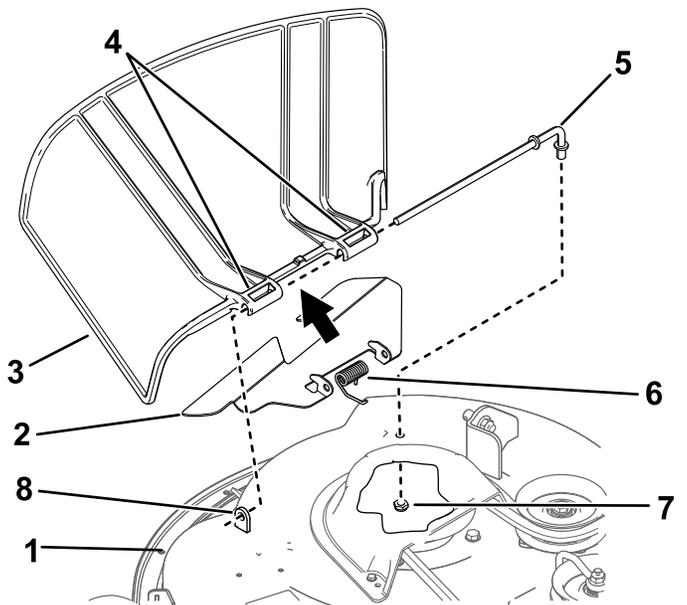

Figura 72
1. Retire la tuerca ($\frac{3}{8}$ ") de la varilla debajo del cortacésped (Figura 72).
7. Deslice la varilla a través del deflector y el segundo soporte del deflector de hierba (Figura 72).
9. Sujete el extremo trasero de la varilla en el cortacésped con una tuerca ($\frac{3}{8}$ "), como se muestra en la Figura 72.
2. Deslice la varilla para sacarla del separador corto, el muelle, el deflector y el deflector de hierba (Figura 72).
4. Instale el deflector de hierba y el deflector nuevos (Figura 72).